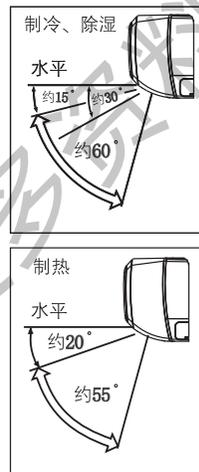

图 22
- (3) 在截止阀与管的喇叭口处涂少许润滑油，然后按图22所示拧紧纳嘴。
(4) 按图22所示用扳手牢固地将纳嘴扳紧，扭矩力按表(5)规定执行。